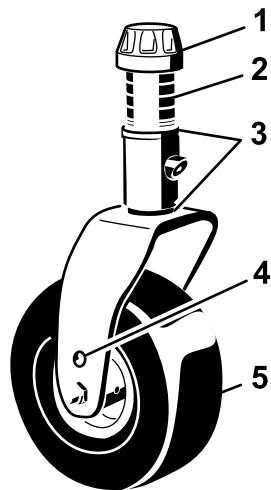

Bild 19
4. Entfernen Sie die Spannkappe von der Spindelwelle und ziehen die Spindel aus dem Laufradarm heraus (Bild 19).